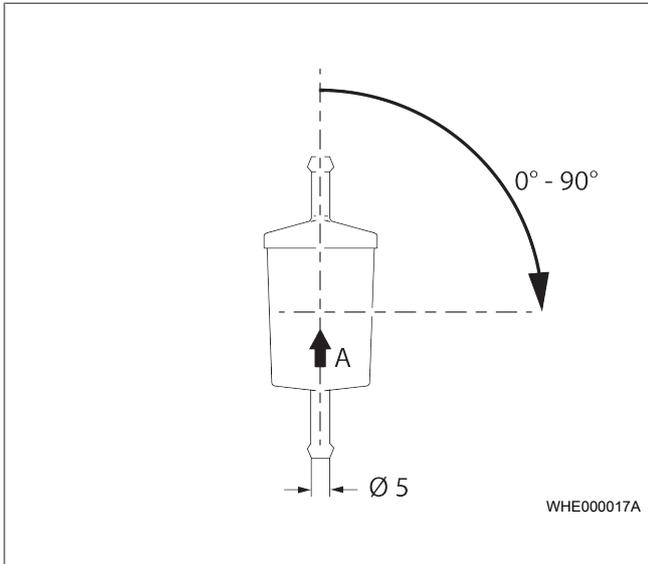

Abb. 13 Zulässige Einbaulage Kraftstofffilter
► Korrekte Einbaulage sicherstellen. Dabei auf Durchflussrichtung des Kraftstoffs (Pfeilrichtung) in Abb. 13 achten.